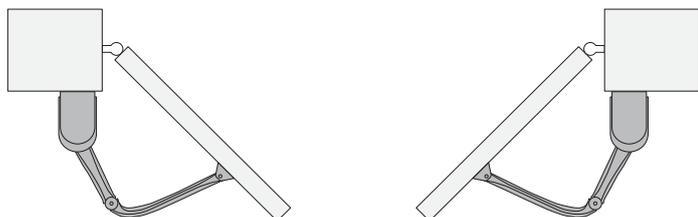

**Fig.19**
08. Remontar a tampa e fixar os dois parafusos **fig. 19**;